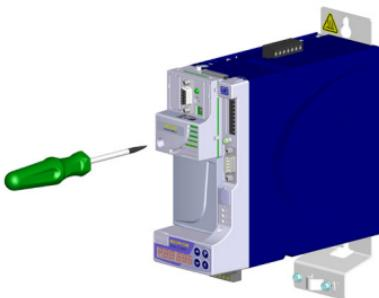

Figura 4.3: Fijación del tornillo de puesta a tierra del accesorio
4. Fije el tornillo de puesta a tierra del accesorio al servoconvertidor, conforme es indicado por la figura 4.3.